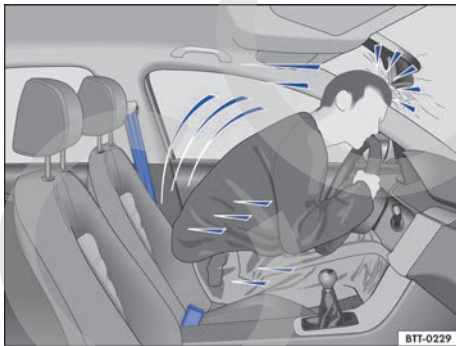

Fig. 22 El conductor sin el cinturón de seguridad colocado sale lanzado hacia adelante.
- ◀ Incluso circulando a poca velocidad, en caso de colisión actúan fuerzas sobre el cuerpo que no se pueden contrarrestar solo con apoyarse con los brazos y las manos. En caso de colisión frontal, los ocupantes del vehículo que no lleven colocado el cinturón de seguridad saldrán lanzados hacia delante y se golpearán de forma incontrolada contra piezas del habitáculo como, p. ej., el volante, el tablero de instrumentos o el parabrisas → fig. 22.